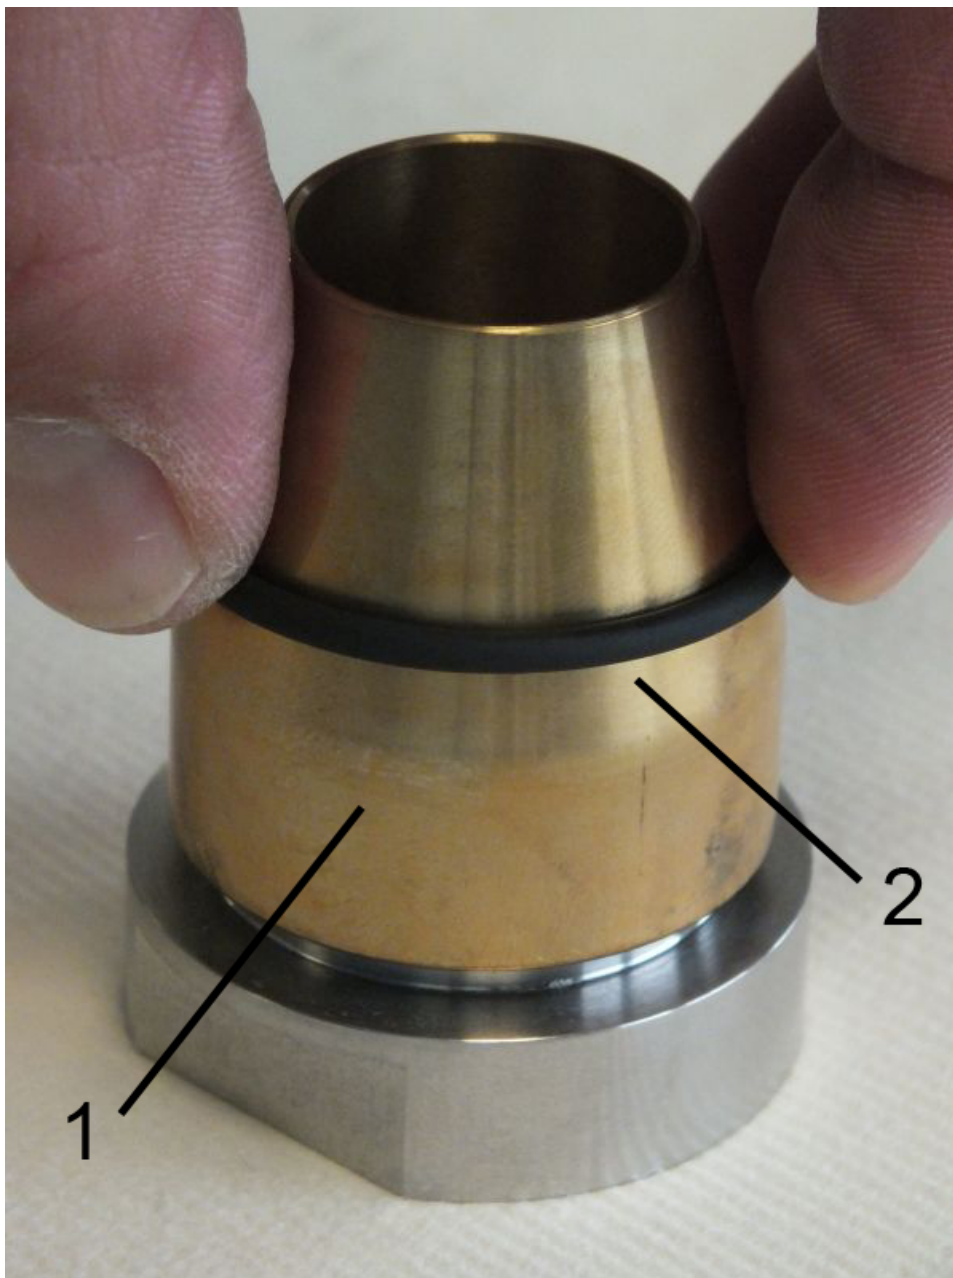

Abb. 60: O-Ring (Dichtung)
1. O-Ringe (Abb. 60/2) mit Hilfe des O-Ring Montagewerkzeuges (Abb. 60/1) auf beide Verschraubungen (Eingang/Ausgang) aufziehen, so dass diese im O-Ringsitz der Verschraubungen sitzen (Abb. 61/1). Dabei darauf achten, dass die O-Ringe nicht überdehnt werden